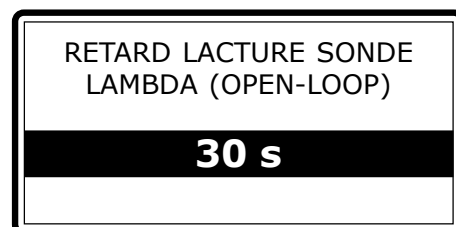

Fig. 29
- à partir du moment où le moteur est mis en marche, vérifier combien temps la tension met pour passer de fixe à 0,8 V à oscillante entre 0,2 V et 0,8 V. C'est le temps qui devra être introduit dans le "**RETARD LECTURE SONDE LAMBDA**" (Fig. 29) augmenté de quelques secondes. Ainsi, la centrale du GALILEO ignore le signal de la Sonde Lambda en maintenant le moteur pas à pas fixe à la valeur de DEFAULT, jusqu'à ce que la centrale d'injection débloque le fonctionnement de la Sonde Lambda.